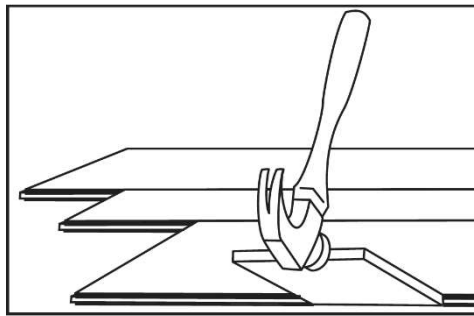

Figure 11
- Il se peut que ce soit nécessaire d'aligner le produit avec un morceau provenant des rebuts de coupe de la façon illustrée (**Figure 11** – maintenir la pièce provenant des rebuts de coupe dans un angle faible pour éviter d'endommager les bords);